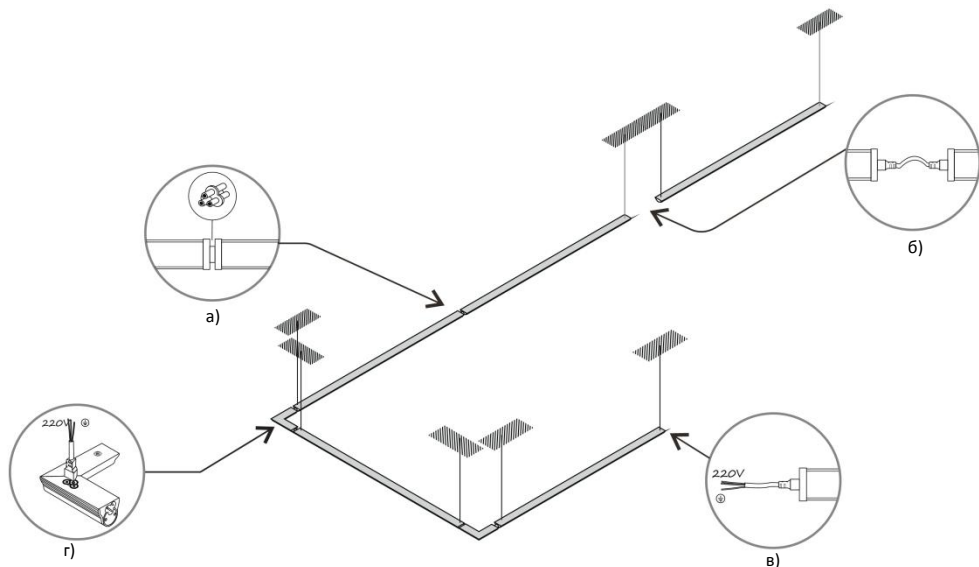
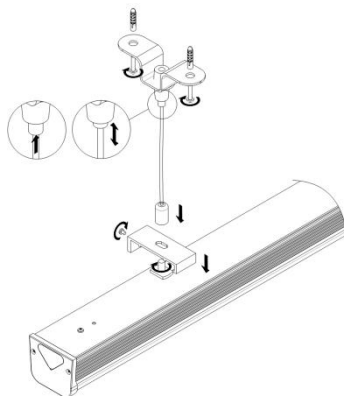
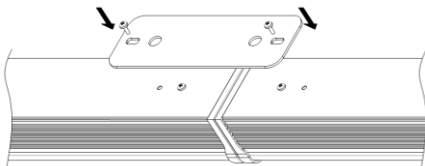

Рисунок 3 – Подключение светодиодных светильников серии Лайнер.
Рисунок 5 – Подвесной монтаж светильника.
Рисунок 6 – Соединение двух светильников серии Лайнер с помощью монтажной пластины (для подвесного монтажа).
Для подвесного монтажа используйте комплект для подвесного монтажа, который приобретается отдельно. Две скобы (идут в комплекте) крепятся к задней части светильника на равном удалении от центра. Ответная часть подвеса крепится к монтируемой поверхности (см. Рисунок 5). Для регулировки длины троса нажмите на кнопку в верхней части крепления троса (см. Рисунок 5). Максимальная длина троса из комплекта подвесного монтажа – 1 метр. При соединении светильников в непрерывные линии допускается уменьшить количество подвесов, используя два подвеса на два светильника (см. Рисунок 3). Для обеспечения жесткости в местах соединений (для исключения «провисаний») необходимо использовать монтажную пластину (Рисунок 6), которая идет в комплекте для подвесного монтажа.
- 5.5. Последовательно соедините нужное количество светильников Geniled Лайнер, выбрав один из способов электрического соединения* (Рисунок 3). При подключении светильников вплотную к друг другу используйте коннекторы, которые идут в комплекте для соединения двух соседних приборов (см. Рисунок 3, а). При подключении светильников с интервалом (максимальное расстояние между соседними светильниками 220 мм), светильники подключаются между собой с помощью соединительного кабеля (идет в комплекте). При этом крайний светильник Geniled Лайнер подключается к питающей сети при помощи питающего кабеля (идет в комплекте) (см. Рисунок 3, в). При замкнутой модульной системе питание подводится через светильник Лайнер-L (Рисунок 3, г).